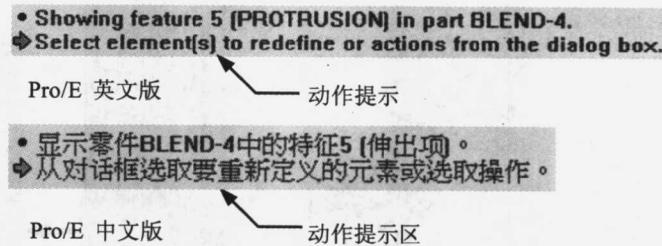
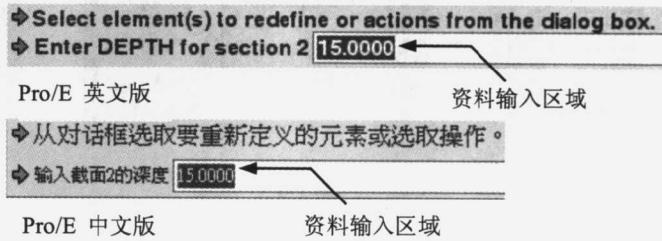

图 1-3
图 1-4
- 信息窗口——当进行零件设计时，在仪表板的下方会提示用户下一步动作是什么（见图 1-3），或要求用户输入必要的资料（见图 1-4），并响应指令执行的情形。